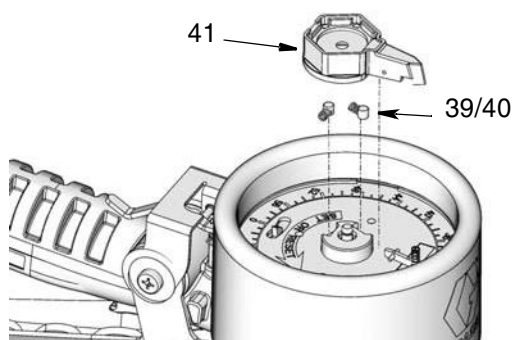

Рис. 34
- Установите указатель (41), пружины (39) и штифты (40), как показано на Рис. 34.